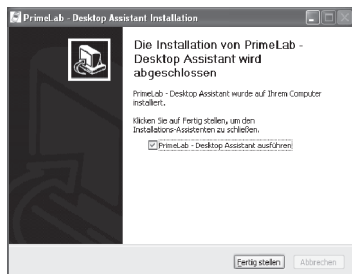

Abb. 4
7) Im letzten Fenster (Abb. 4) haben Sie die Möglichkeit, den „PrimeLab Desktop Assistant“ gleich nach Fertigstellen der Installation zu starten. Setzen Sie dafür einen Haken in das entsprechende Feld und klicken Sie auf „Fertig stellen“.